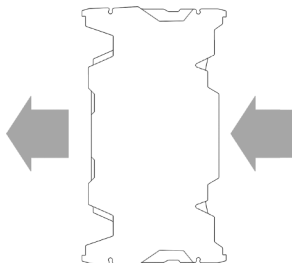

Рис. 10
2) Установите устройство на крышку процессора. На Рис. 10, предполагаемая ориентация выхода воздушного потока. Более длинная часть тела радиатора должна находиться сзади.